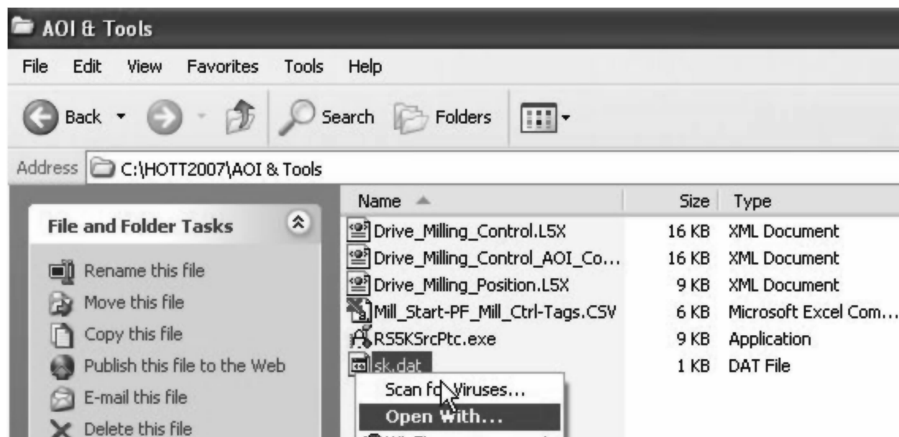

图 22-14 AOI & Tools 文件夹
23. 右键单击包含源代码密钥的文件，即 C:\HOTT\AOI & Tools 文件夹下的 sk.dat，如图 22-14 所示。